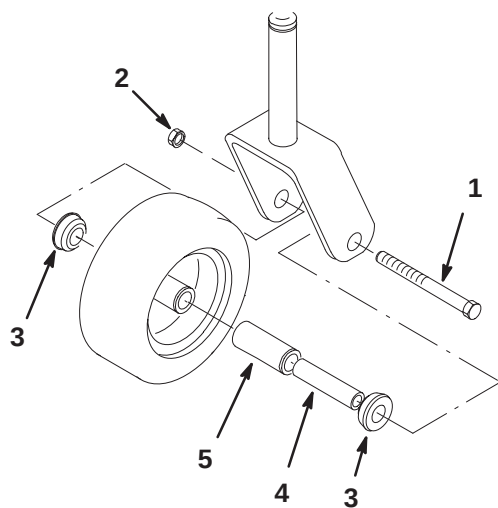

Bild 62
1. Entfernen Sie die Sicherungsmutter und die Radschraube, mit denen das Laufrad an der Laufradgabel befestigt ist (Bild 62).
2. Entfernen Sie eine Büchse und ziehen Sie dann die Spannbüchse sowie das Rollenlager aus der Radnabe heraus (Bild 62).
3. Entfernen Sie die andere Büchse aus der Radnabe und entfernen Sie Fett- und Schmutzrückstände aus der Nabe (Bild 62).
4. Prüfen Sie das Rollenlager, die Büchsen, die Spannbüchse und die Innenseite der Radnabe auf Abnutzung. Tauschen Sie abgenutzte und beschädigte Teile aus (Bild 62).
5. Stecken Sie zum Zusammenbauen eine Büchse in die Radnabe. Fetten Sie das Rollenlager und die Spannbüchse ein und schieben beide in die Radnabe. Stecken Sie die zweite Büchse in die Radnabe (Bild 62).
6. Bringen Sie das Laufrad in der Laufradgabel an und befestigen Sie es mit der Radschraube und Sicherungsmutter. Ziehen Sie die Sicherungsmutter so weit fest, dass die Spannbüchse auf die Innenseite der Laufradgabeln trifft (Bild 62).